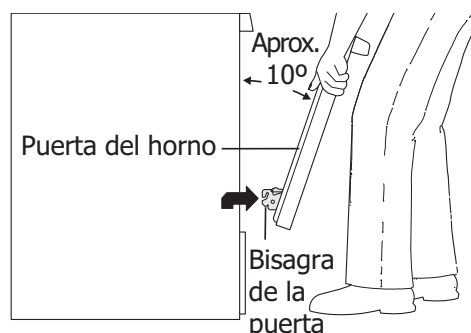
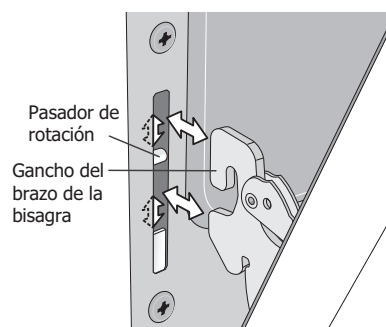

Figura 57: Cómo sujetar la puerta para su extracción
Figura 58: Ubicación del brazo de la bisagra y el pasador de rotación
3. Sostenga firmemente ambos lados de la puerta del horno en sus costados. No levante la puerta del horno por la manija (vea la Figura 57).
5. Levante los brazos de las bisagras de la puerta sobre los pasadores de rotación ubicados a cada lado del marco del horno (vea la Figura 57).
1. Sostenga firmemente ambos lados de la puerta del horno en sus costados. No levante la puerta del horno por la manija (vea la Figura 57).
2. Sosteniendo la puerta en el mismo ángulo de extracción (vea la Figura 57), coloque el gancho del brazo de la bisagra sobre los pasadores de rotación ubicados a cada lado del marco de la puerta (vea la Figura 58). El gancho de los brazos de las bisagras debe estar completamente asentado sobre los pasadores de rotación.